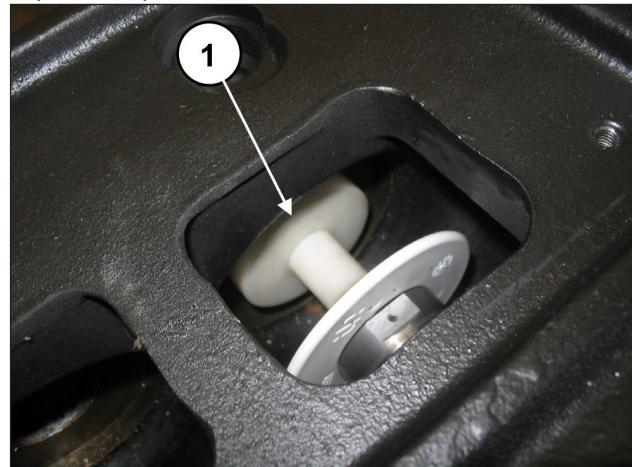

Рис. 123
Вставьте оправку арт. 27516600 между направляющей поршня и поршнем (поз. ①, Рис. 123).